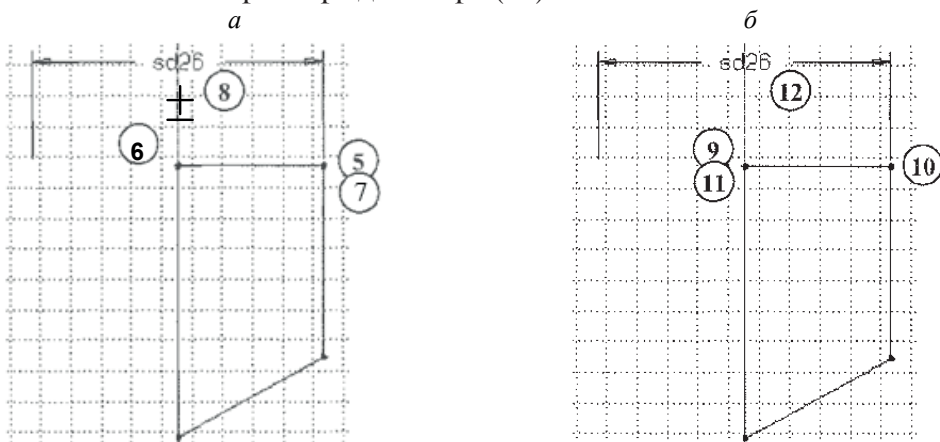

Рис. 2.39. Простановка диаметрального размера относительно оси вращения
Для простановки диаметрального размера относительно оси вращения существует два равноценных способа, показанные на рис. 2.39: в первом варианте (а) левой кнопкой мыши выбираются объект (5), ось вращения (6), повторно тот же объект (7), средней — место расположения символа размера диаметра (8).